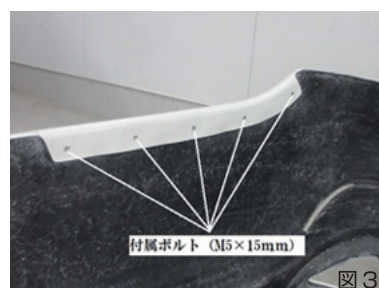

図 3
1. 純正バンパーを取り外して下さい。(図3)・(図4)の合い面の車輛側の左右のリテーナーを取り外して下さい。